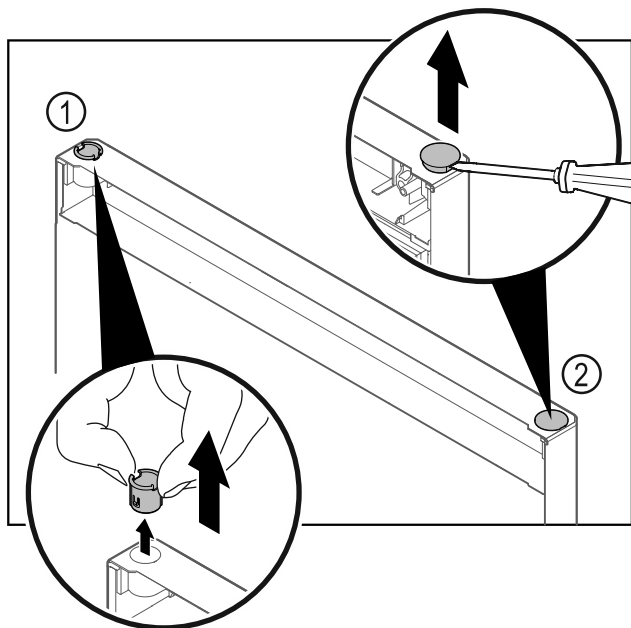

Fig. 11
- ▶ Izvucite čahuru šarke Fig. 11 (1) prstima.
- ▶ Odvijačem s ravnom glavom oprezno podignite čep Fig. 11 (2) i izvadite ga.